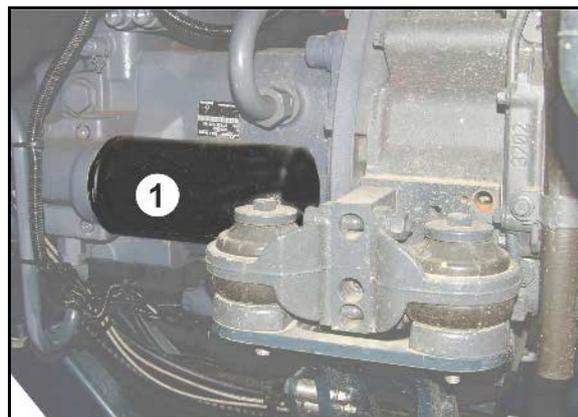

Fig. 187
1. Demonter sirkulasjonsluftgitter (Fig. 187/1).